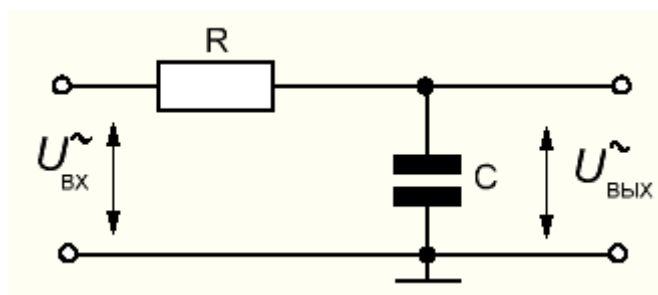

Рис. 2.12
- Соберите схему RC фильтра нижних частот, изображенного на рис. 2.12. Резистор  $R = 1$  кОм, конденсатор  $C = 0.1$  мкФ. Первый канал осциллографа подключается для измерения входного напряжения, второй канал подключается для измерения выходного сигнала.